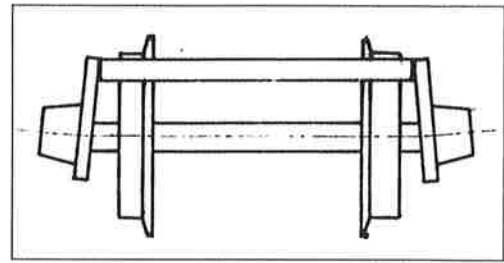

FIGURE 12
1. Ici, c'est plutôt une mauvaise surprise qui nous attend. Si on place les boîtes à essieux contre la plaque centrale avec un essieu en place, le résultat n'est pas très beau (voir fig. 12). La raison en est dans les différences que l'on trouve quand on compare les dimensions avec les normes :